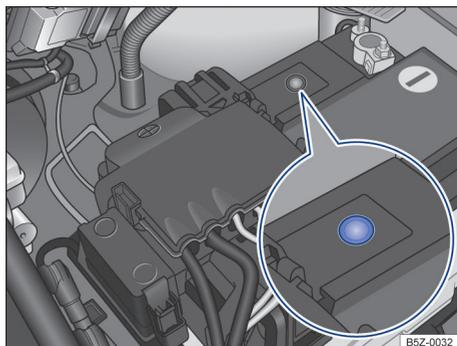

Fig. 161 No compartimento do motor: exemplo de posição do visor no lado superior da bateria do veículo.
- O visor redondo → Fig. 161 na parte superior da bateria do veículo muda de cor conforme o nível do eletrólito.